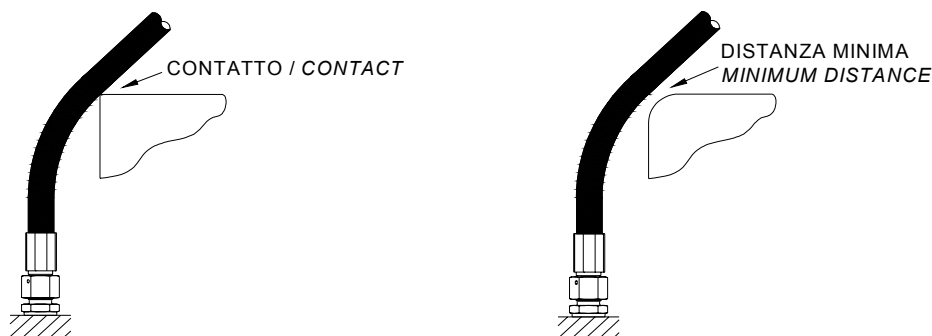

Fig.6 Montaggio errato
6. Al fine di evitare danneggiamenti del tubo flessibile causati da fattori esterni è necessario eliminare azioni meccaniche indesiderate ed impedire lo sfregamento del tubo flessibile con i componenti della struttura portante o con altri tubi. Prevedere un'opportuna posizione di montaggio dei tubi flessibili ed un fissaggio adeguato. Se necessario, proteggere il tubo flessibile con guaine o simili. Le parti con spigoli vivi devono essere coperte od eliminate (Fig.6).
External elements may cause damage to the hoses. It is then necessary remove unwanted mechanical actions and prevent the hoses from scraping against the components of the structure or other hoses. Therefore, an opportune assembly position and fixing must be provided for. If necessary, protect the hoses with sheathings or similar. Parts in the system having sharp edges must be covered or removed (Fig. 6).